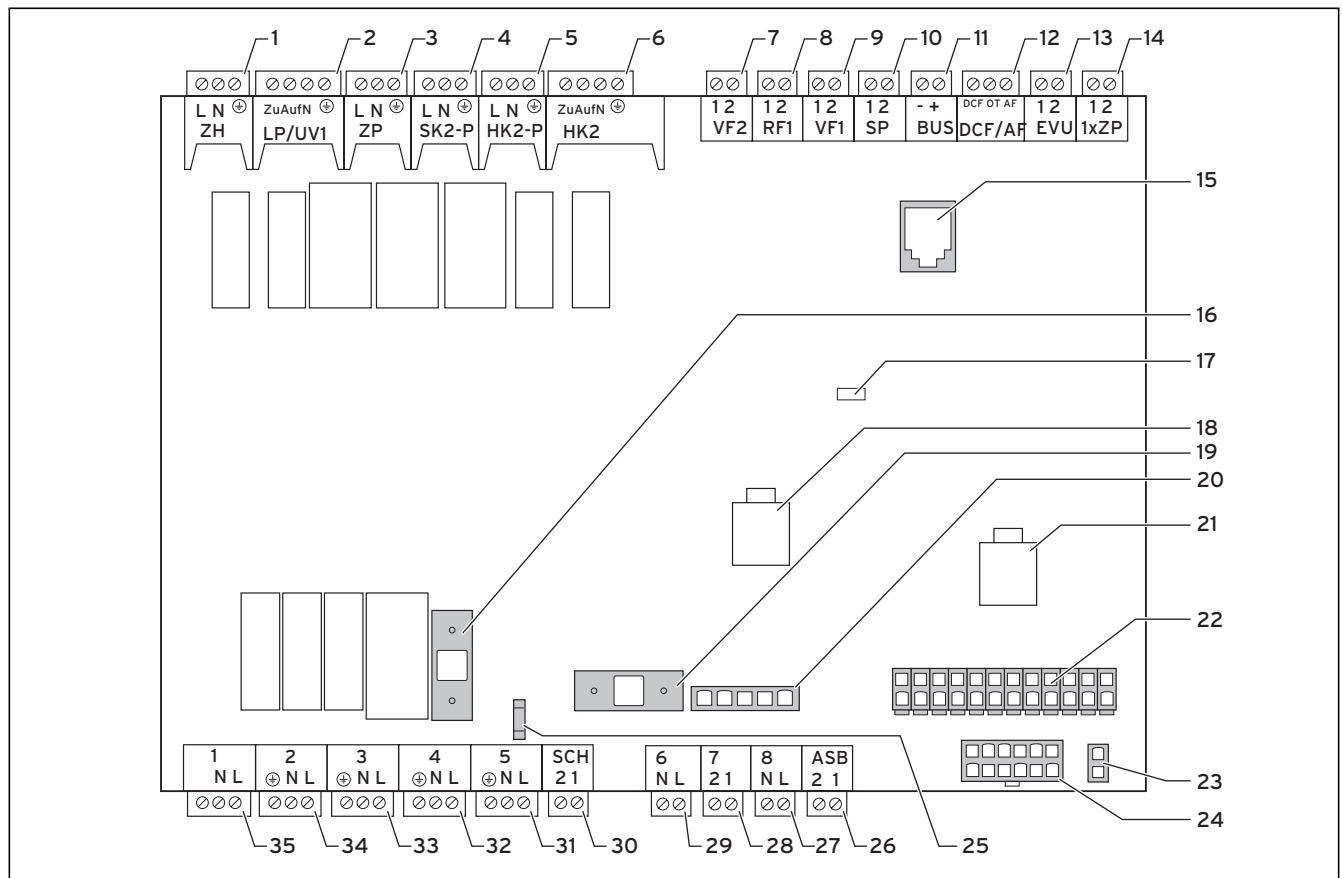

Abb. 7.8 Reglerplatine
- Schließen Sie die permanente Stromversorgung an die Netzeinspeisung Normaltarif an (2).
- Schließen Sie die Niedertarif-Stromversorgung an die Netzeinspeisung Niedertarif an (1).
- Schließen Sie den Kontakt des Rundsteuersignalempfängers an Klemme 13 „EVU“ (Energieversorgungsunternehmen) an (→ **Abb. 7.8**).
- Schließen Sie die permanente Stromversorgung an die Netzeinspeisung Regler an (2).
Legende zu Abb. 7.8
- Installieren Sie die Standardfühler VR 10 entsprechend den Anforderungen des Hydraulikschemas und schließen Sie sie an den jeweiligen Klemmen der Reglerplatine an (→ **Abb. 7.8**).
- Schließen Sie die externe Heizkreispumpe an Klemme HK2-P an (→ **Abb. 7.8, Pos. 5**).
- Schließen Sie das Mischventil an Klemme HK2 an (→ **Abb. 7.8, Pos. 6**).